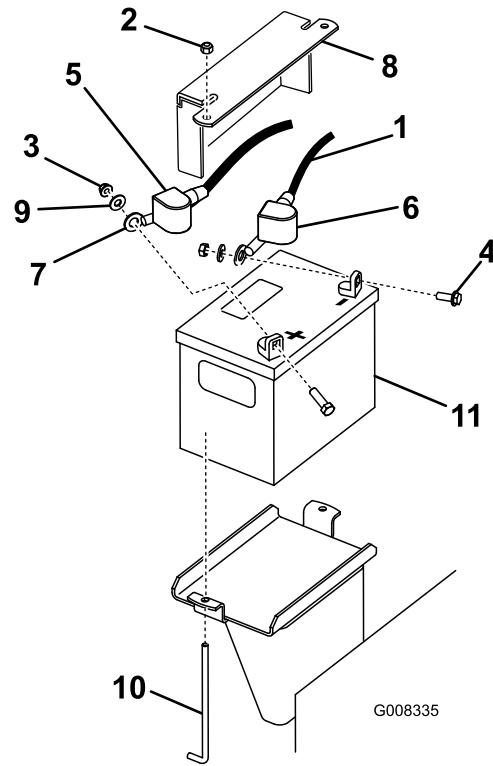

Figura 37
3. Levante a tampa de borracha preta no cabo negativo. Desligue o cabo negativo da bateria do terminal negativo (-) da bateria (Figura 37).
4. Faça deslizar a proteção do terminal vermelho do terminal positivo (vermelho) da bateria, depois retire o cabo positivo (vermelho) da bateria (Figura 37).
5. Retire a placa de suporte, os pernos em J e as porcas que seguram a bateria (Figura 37) e retire a bateria.
1. Utilizando os fixadores anteriormente retirados, instale o cabo da bateria positivo (vermelho) no terminal da bateria positivo (+) (Figura 37).
3. Utilizando os fixadores anteriormente retirados, instale o cabo da bateria negativo (preto) no terminal da bateria negativo (-) (Figura 37).
4. Prenda a bateria utilizando a barra e as quatro porcas de orelhas (Figura 37).